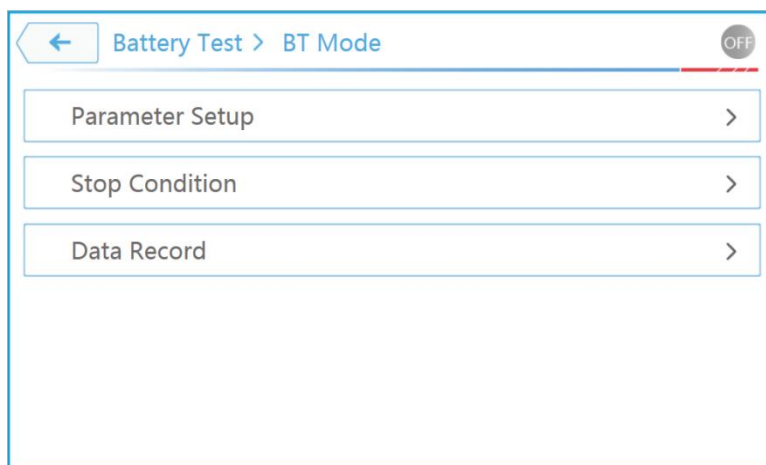

图 3-49 BT Mode Set Up 主界面示意图
(1) 在充电模式下，利用 Set Up 菜单可以对相关参数进行设置，触摸 Set Up 菜单，进入参数设置界面如图 3-49 所示，此功能菜单下设 3 组用户需要设置的参数项，分别为 Parameter Setup、Stop Condition、Data Record。